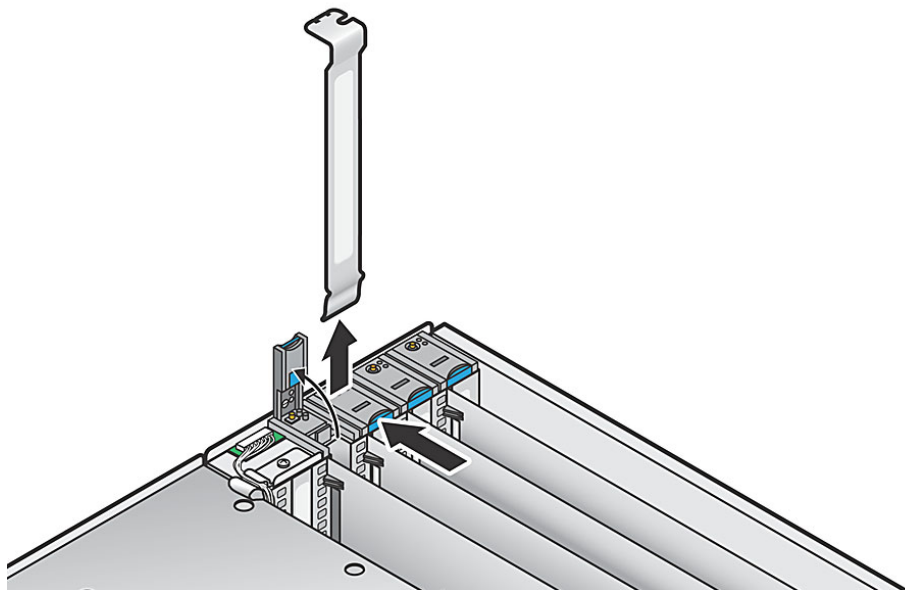

図 4-5 MRL がある縦型スロットでの PCI カードの取り外しまたは取り付け
- 機械式の固定用ラッチ (Mechanical Retention Latch、MRL) があるスロットのカードを交換する場合は、MRL の端にあるボタンを押して、MRL フラップを持ち上げます (図 4-5 を参照)。